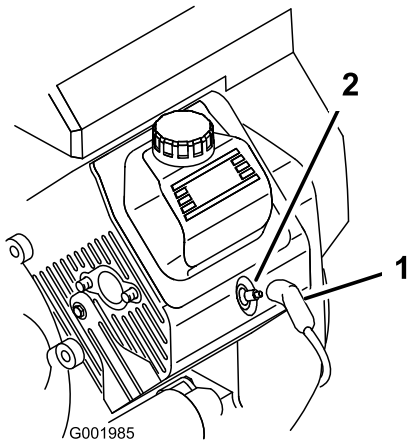

Figura 53
3. Staccate il cappellino dalle candele (Figura 53).
3. Collegate i cappellini alle candele (Figura 53).